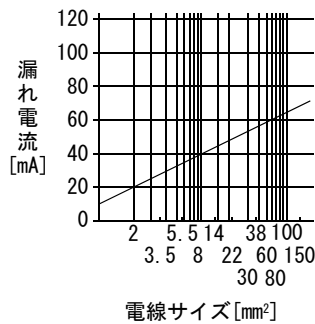

図11.1 CVケーブルを金属配線した場合の1kmあたりの漏れ電流例(Ig1, Ig2)
- Ig1 : 漏電ブレーカからドライバ入力端子までの電路の漏れ電流 (図11.1から求めます)
- Ig2 : ドライバ出力端子からサーボモータまでの電路の漏れ電流 (図11.1から求めます)